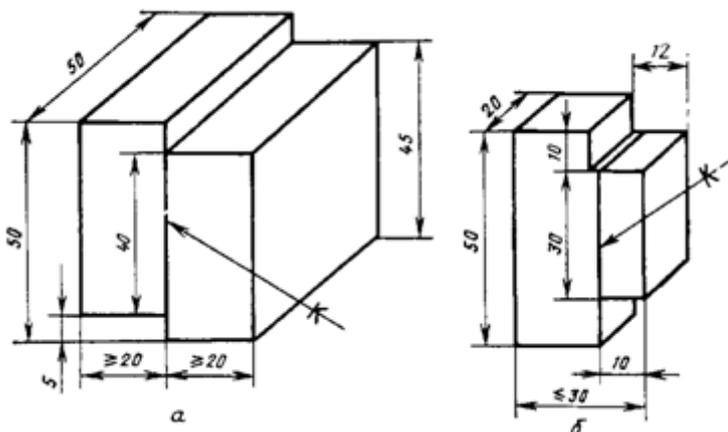
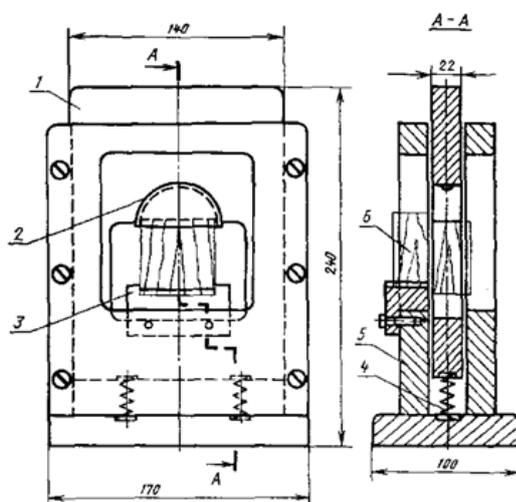

Рис. 1
Рис. 2
Форма и размеры образцов должны соответствовать указанным на рис. 1.
Допускается изготавливать образцы шириной менее, чем указаны на рис. 1, если ширина клевого слоя в изделии не позволяет получить образец требуемой ширины.
2.2. Приспособления к испытательной машине (рис.2 и 3).
3.2. Образцы устанавливают в приспособлении для испытаний (см. рис. 2,3) Поверхности уступов образца **a** и нижнего уступа образца **b** (см. рис. 1) должны плотно прилегать к соответствующим поверхностям приспособлений.
- 1.5. Два клина, изготовленных из стали марки 40 по ГОСТ 1050-74 (рис. 1).
2.4. Форма и размеры образца в миллиметрах должны соответствовать указанным на рис. 2. Длина площади раскалывания образца l должна быть 20 мм, ширина b не более 20 мм.
3.2. Образец устанавливают в приспособление для испытания, как показано на рис. 2, между двумя клиньями, острые углы которых входят в пропилы образца. Верхний клин крепят жестко к верхней траверсе, а нижний устанавливают свободно на шаровую опору. На клинья наносят смазку по ГОСТ 1033-79.